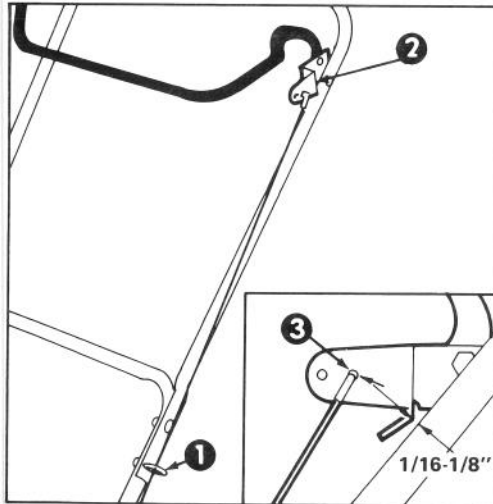

Figure 9
REGLAGE DE LA BARRE DE COMMANDE (Fig. 9 et 10)
2. VERIFICATION DU REGLAGE (Fig. 9) — Ramenez la barre de commande en arrière vers le mancheron jusqu'à ce que le câble soit de nouveau tendu. L'écartement entre le support de la barre de commande et le mancheron devrait être d'environ 1/16-1/8" (1,59 mm - 3,18 mm). Si le câble est trop lâche ou trop serré, procédez à l'étape 3 pour la procédure de réglage.